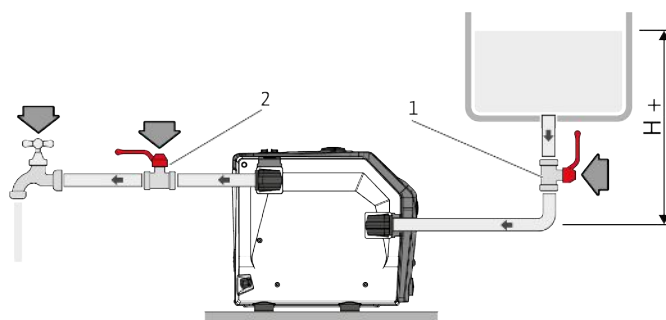
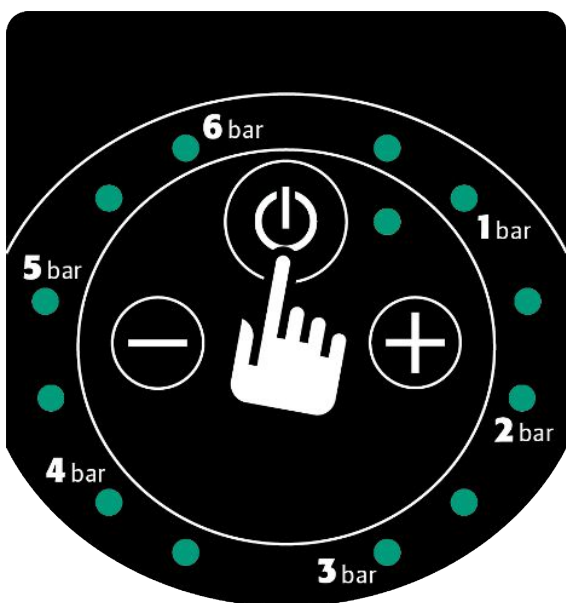

Fig. 8: Terhelési üzemmód
Fig. 11: Be/Ki kezelőgomb
1. Ha a terméket terhelési üzemmódban (Fig. 8) telepítették, nyomja meg 1-szer a be/ki kezelőgombot (Fig. 11).
2. Nyomja meg a „Be/Ki” kezelőgombot a kezelőfelületen (Fig. 11).